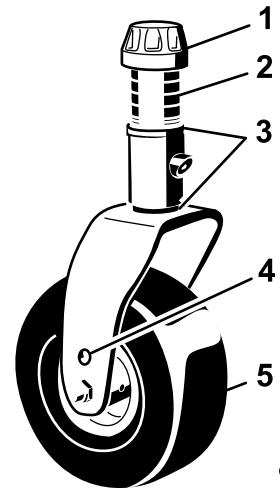
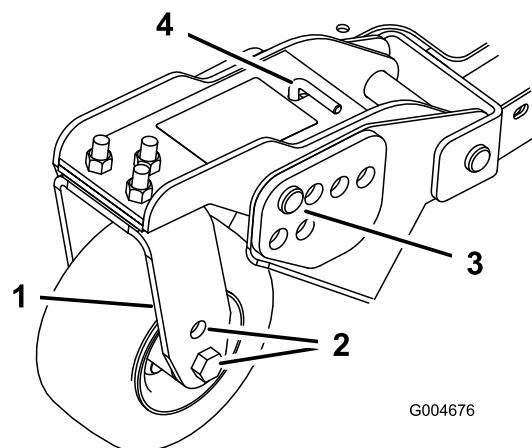
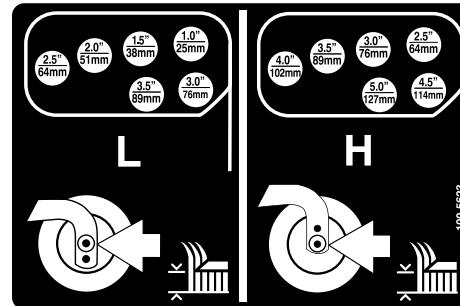

Рисунок 26
Рисунок 28
Рисунок 29
1. Поместите оси поворотных колес в одинаковые отверстия во всех вилках поворотных колес (Рисунок 26 и Рисунок 28).
2. Снимите колпачковую гайку с вала шпинделя и извлеките шпиндель из рычага поворотного колеса (Рисунок 26).
5. Извлеките игольчатые шплинты и шплинтуюмые штифты из рычагов поворотных колес (Рисунок 28).
6. Поверните натяжную тягу, чтобы поднять или опустить поворотный рычаг до совмещения отверстий с выбранными отверстиями кронштейна высоты скашивания в раме деки газонокосилки (Рисунок 28 и Рисунок 29).